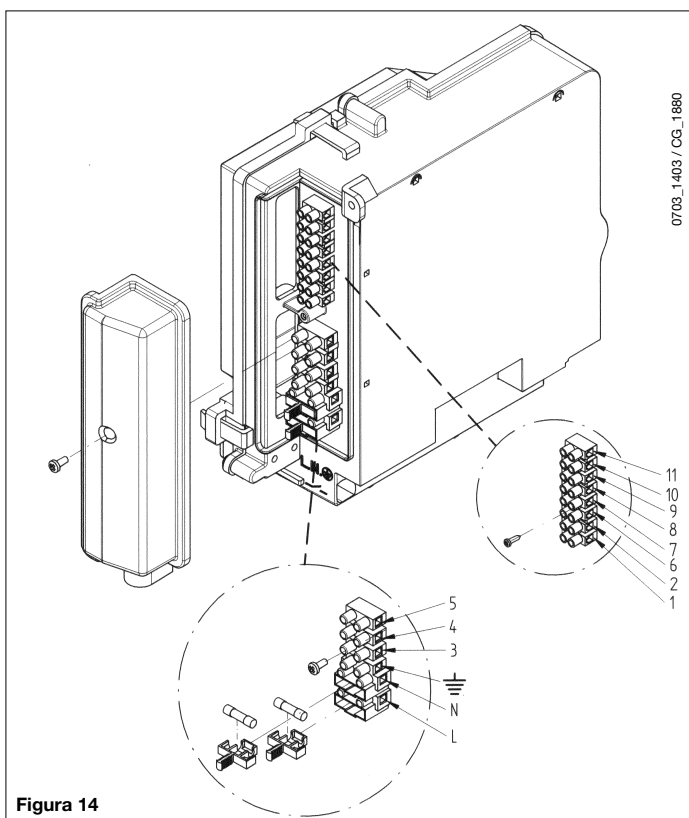

Figura 14
- 10-11 collegamento sonda bollitore (morsettiera di caldaia M2 - figura 14).